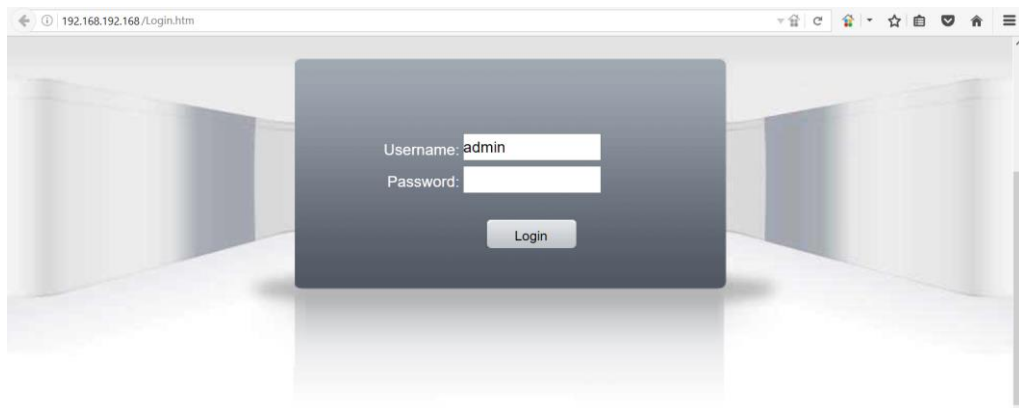

Рис. 17.5. Подключение к камере через веб-браузер
- 3) IP-камера зарегистрирована в программе Device Manager. Проверьте изображение с камеры, подключившись к ней через веб-браузер (Рис. 17.5).